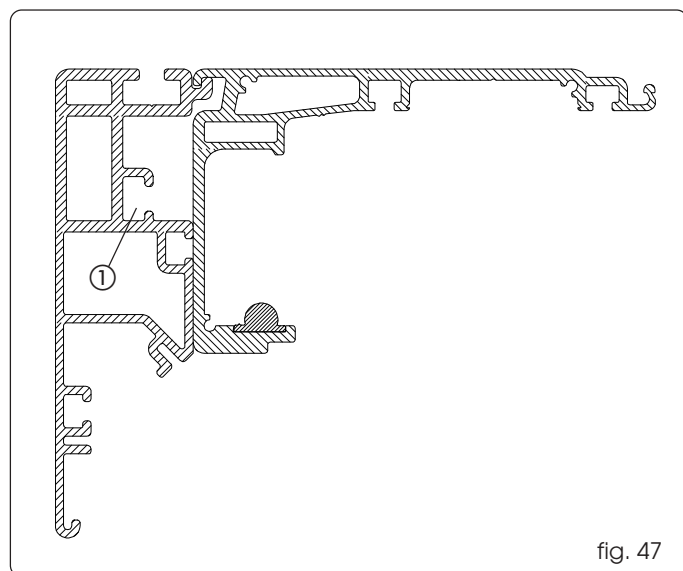
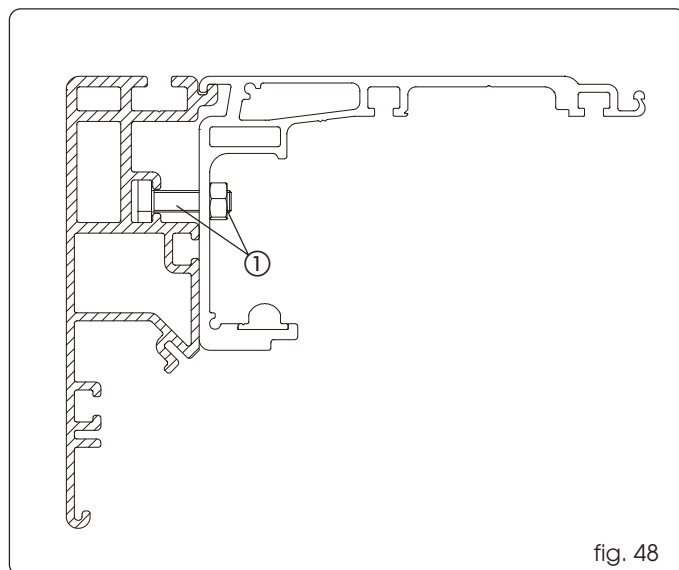

fig. 47
fig. 48
Inserire gli appositi tiranti M8 (il numero di tiranti varia a seconda della lunghezza della traversa) nell'asola predisposta del profilo autoportante (fig. 47 rif. ①).
Agganciare il profilo di sostegno al profilo autoportante (fig. 47) ed assemblarli utilizzando le viti tiranti e i dadi, in corrispondenza delle asole orizzontali presenti sul profilo di sostegno (fig. 48 rif. ①).